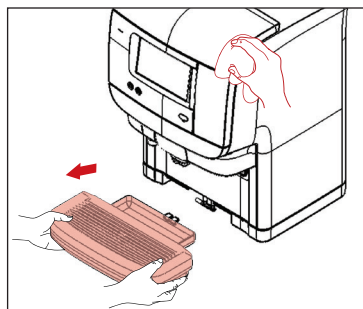

Рис. 3
1. Снимите поддон и при необходимости опорожните его (рис. 3), очистите поддон тряпкой или щеткой под струей теплой проточной воды.